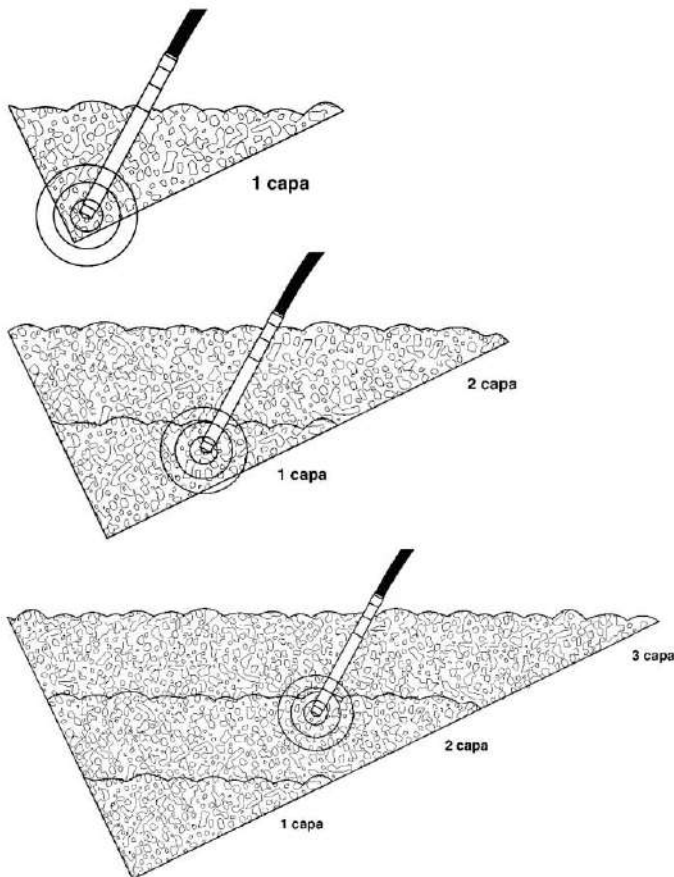

FIGURA 22
- Cuando los fondos de las cimbras están inclinados llenar primeramente con concreto hasta lograr una superficie horizontal y empezar a vibrar en la parte más profunda de la cimbra. Figura 22.